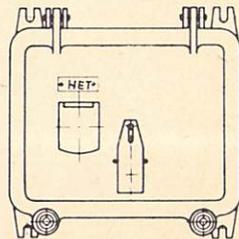

Bild 15
- (1) Die BÜ-Sicherungseinrichtung wird signalgesteuert (d.h. der Einschaltzustand wird im steuernden Signal überwacht) mit Befahren der Zugeinwirkungsstelle gleisbezogen selbsttätig eingeschaltet (zugbewirktes Einschalten). Sind dabei die Voraussetzungen (eingestellte Fahrtstraße, freier Blockabschnitt) für die Freigabe des schützenden Signals noch nicht erfüllt, wird die Einschaltung gespeichert. Mit dem anschließenden Einstellen der Fahrtstraße oder mit dem Freiwerden des Blockabschnitts wird die BÜ-Sicherungseinrichtung selbsttätig eingeschaltet. **Gleisbezogenes Einschalten signalgesteuert mit Befahren der Zugeinwirkungsstelle**
- (2) In bestimmten Fällen kann die BÜ-Sicherungseinrichtung schon mit dem Einstellen der Fahrtstraße gleisbezogen eingeschaltet werden (fahrtstraßenbewirktes Einschalten). Für das rechtzeitige Einstellen der Fahrtstraße können besondere Weisungen gegeben werden (Bahnhofsbuch). **mit Einstellen der Fahrtstraße**
- (3) Für ein einmaliges Befahren des BÜ durch eine Zug- oder Rangierfahrt kann die BÜ-Sicherungseinrichtung mit der Einschalttaste gleisbezogen eingeschaltet werden. **mit der Einschalttaste**
- (4) Für ein einmaliges Befahren des BÜ (z. B. Sperrfahrt, Kleinwagen, Störfall) kann die BÜ-Sicherungseinrichtung auch mit der Hilfseinschalttaste am BÜ (vgl. Bild 15) gleisbezogen eingeschaltet werden. **Gleisbezogenes Einschalten mit der Hilfseinschalttaste am BÜ**